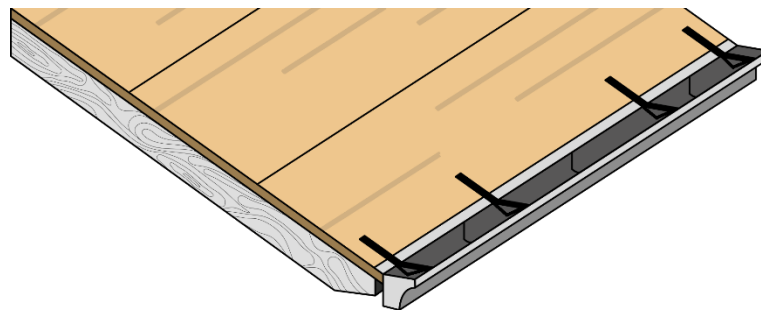

Fig. 2 - Installazione dei canali di gronda
- Prima di iniziare la posa delle tegole canadesi, installare i canali di gronda o gocciolatoi in copertura e fissarli in maniera adeguata al sottofondo, attraverso dei tiranti - Fig. 2.